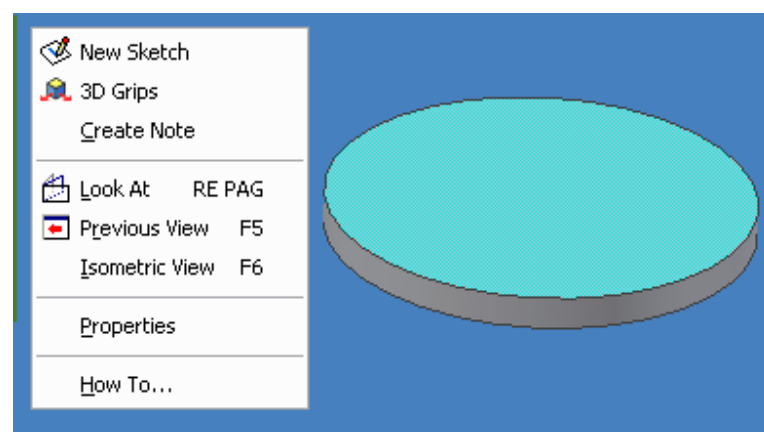

Figura 4.7 Selección de un plano para la creación de un nuevo boceto.
7.-Una vez que se ha extruido, seleccione la cara superior de nuestro solido de forma que se pueda crear un boceto 2D sobre su superficie. Seleccione esa cara presionando con el ratón sobre la misma y abriendo el menú auxiliar, de forma que seleccionemos la instrucción NEW SKETCH, mostrada en la figura 4.7.